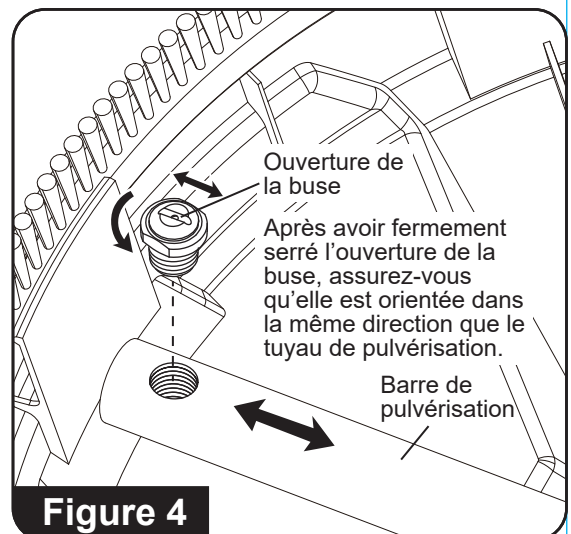

Figure 4
7. Réinstallez la buse sur le barreau de pulvérisation. Serrez fermement. Alignez l'ouverture de la buse comme le montre la figure 4.